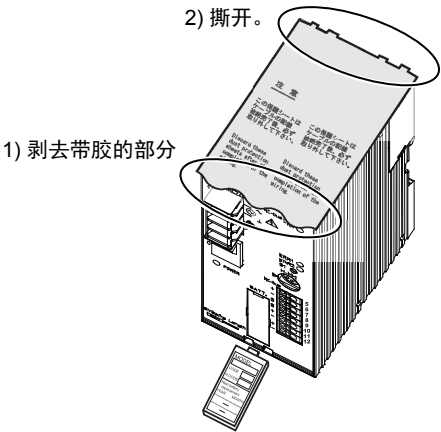

图 10 保护胶条
- 接通电源之前，应剥去贴在产品上面的保护用胶条（参见图10、12）。